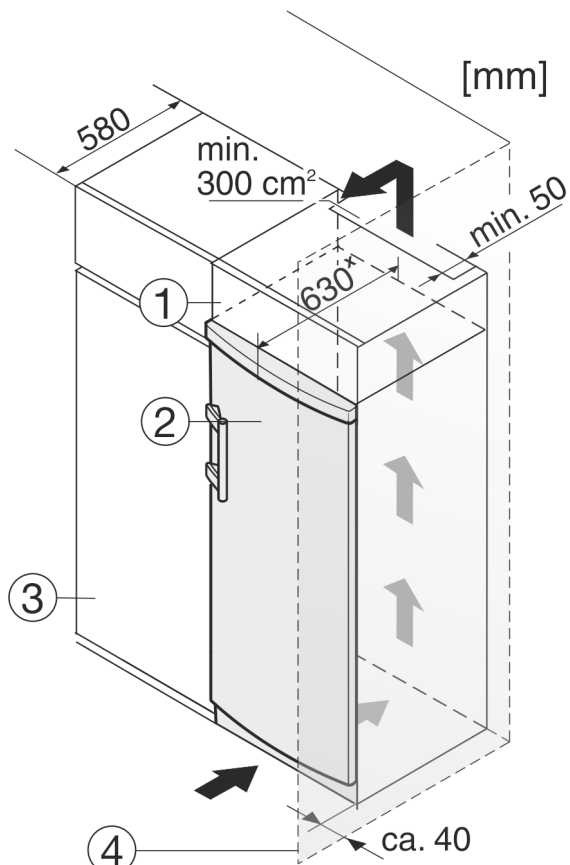

Fig. 10
Het apparaat kan in keukenkasten worden ingebouwd. Om het apparaat Fig. 10 (2) aan de hoogte van het keukenblok aan te passen, kan boven het apparaat een opzetkast Fig. 10 (1) worden aangebracht.
Bij een ombouw met keukenkasten (diepte max. 580 mm) kan het apparaat direct naast de keukenkast Fig. 10 (3) worden geplaatst. Het apparaat staat aan de zijkant 34 mm × en in het midden van het apparaat 50 mm × tegenover de voorkant van de keukenkast.
Wanneer het apparaat met de scharnieren naast een wand Fig. 10 (4) wordt geplaatst, moet de afstand tussen het apparaat en de wand minimaal 40 mm bedragen. Dit komt overeen met de uitsteekmaat van de handgreep bij geopende deur.